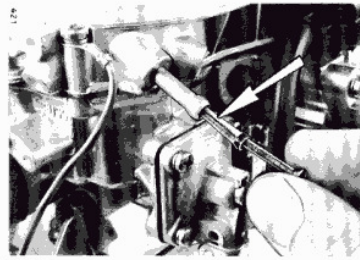

Bild 19
- 6. FILTER IM KRAFTSTOFFZULAUF** (Bild 19)